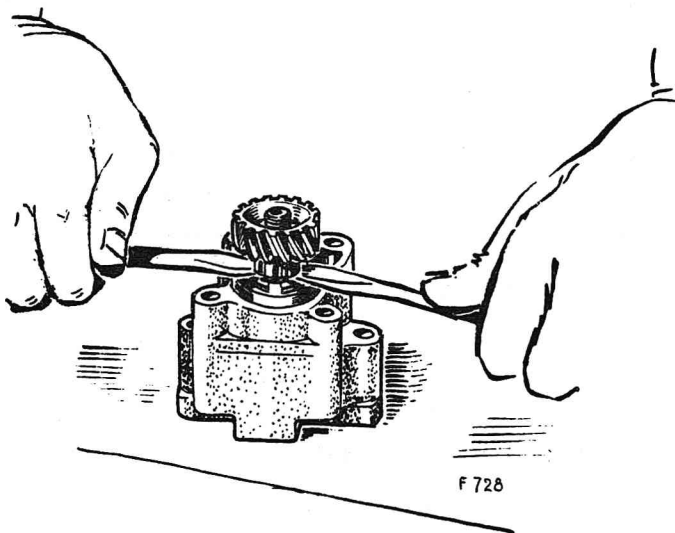

Figure 4
3. Enlevez le pignon au moyen de deux tournevis (voyez figure 4) ou avec un arrache-pignon.